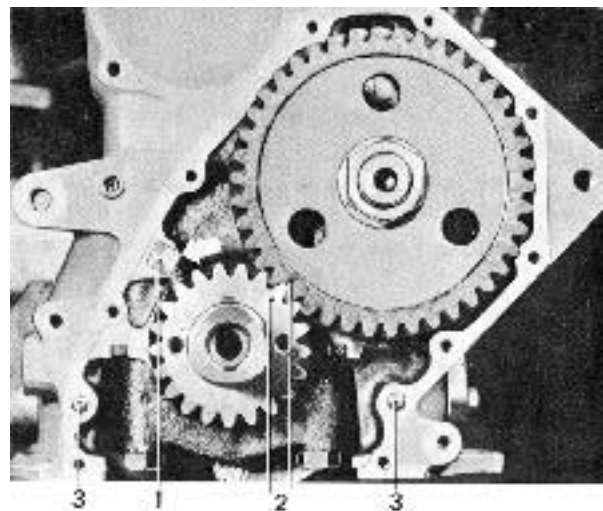

Bild C14 Märkning på transmissionshjul (6-cyl. motor)
4. Drag av vevaxeldrevet med avdragare SVO 2822. Skruva ur oljemunstycket, blås rent och montera det åter enligt bild C14. Transmissionen erhåller smörjning av oljan från munstycket.